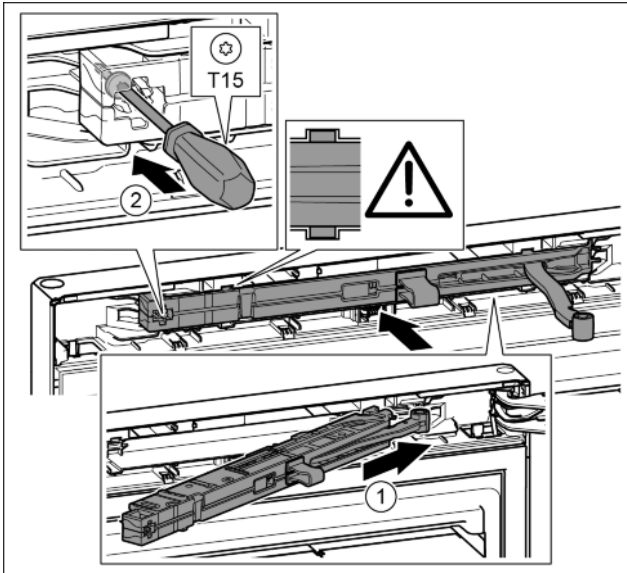

Fig. 23
- ▶ Jednotku tlumiče zavírání na straně stojanu ložiska zasuňte až na doraz šikmo do výklenku. Fig. 23 (1)
- ▶ Šroubovákem T15 pevně utáhněte šroub. Fig. 23 (2)